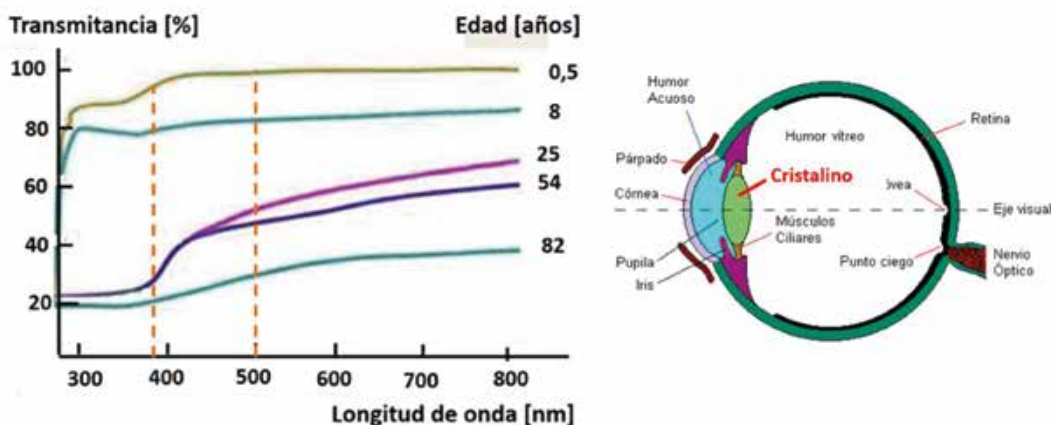

Figura 1. Transmitancia del cristalino en función de la edad y de la longitud de onda de las radiaciones electromagnéticas. Documento ANSES Abril 2019 [5].
El ojo humano es capaz de percibir las radiaciones electromagnéticas en la banda de longitudes de onda comprendida entre 400 y 700 nm. Esta región se la conoce como "espectro visible". La córnea (figura 1) absorbe la mayor parte de las radiaciones por debajo de los 295 nm, con lo cual incluye las UVC (100-280 nm), más del 90% de las UVB (280-315 nm) y entre el 35 a 40% de las UVA (315-400 nm). El cristalino absorbe las radiaciones UVA y UVB que han pasado a través de la córnea, así como las longitudes de onda cortas e infrarrojas. De manera fisiológica, el cristalino actúa como un filtro natural al absorber radiaciones con longitudes de onda menores de 400 nm.
Sin embargo, el cristalino posee una transmitancia a las radiaciones electromagnéticas que depende de la edad del individuo y de la longitud de onda de la radiación de (figura 1). Como podemos apreciar, antes de los ocho años, el cristalino permite que pase más del 80% de las longitudes de onda entre 380 y 500 nm. A partir de los 25 años, el filtro cristalino absorbe aproximadamente el 80% de las radiaciones con longitudes de onda inferiores a 400 nm, pero permite que pasen más del 50% de las comprendidas entre 400 y 500 nm.
La exposición crónica a la luz de las pantallas visuales led induce un daño celular de naturaleza fotoquímica que es particularmente dañino para la retina macular ubicada en el centro de la retina la que, a su vez, asegura una visión fina, la lectura, la escritura y visión del color. La fotoprotección con lentes anti-UV y antiluz azul que filtran la banda de 430-460 nm es crucial, especialmente para niños, niñas y adolescentes, cuyos filtros cristalinos son muy traslúcidos a ese tipo de radiaciones electromagnéticas (figura 1) y para los operados de catarata, para los cuales la retina está particularmente expuesta (1).
ras) nos conduce a un concentrado de contaminación lumínica, perjudicial para el adolescente, el cual es un gran consumidor. En los menores de doce años, el daño se ve agravado por la transparencia perfecta de la lente (figura 1) y la inhibición fisiológica de los pigmentos fotosensibles, opsinas para los conos y rodopsina para los bastones, ya que se consumen durante el día y se regeneran por la noche.